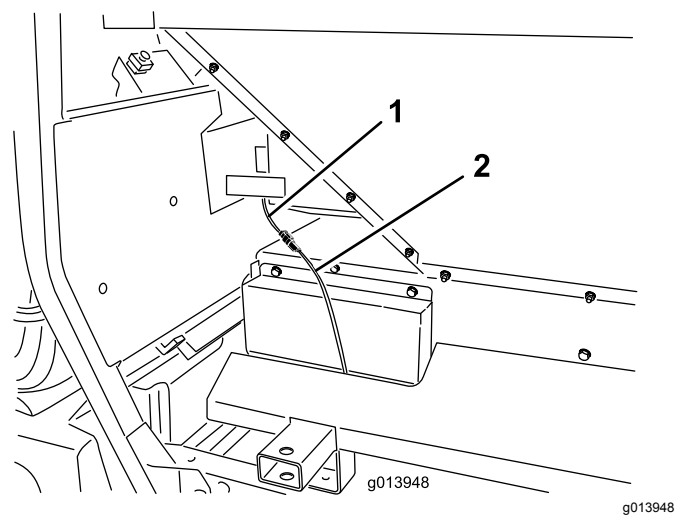
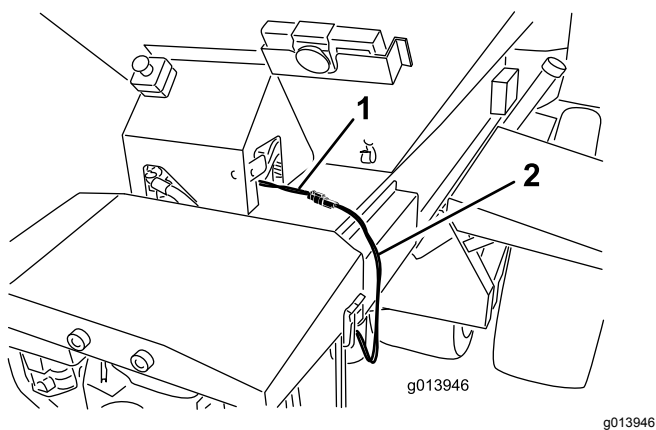

Figura 19
Figura 18
46. Inserite il cablaggio preassemblato intermedio nel connettore del cablaggio preassemblato di alimentazione del ProPass (Figura 18 o Figura 19).